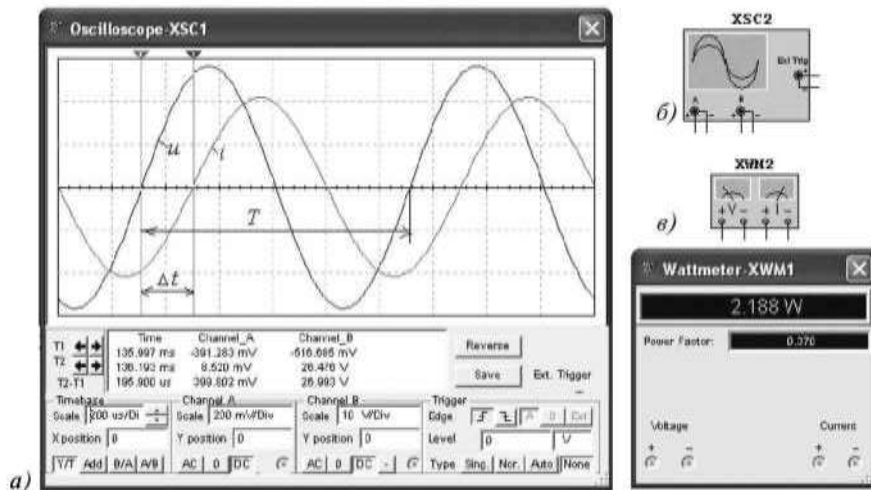
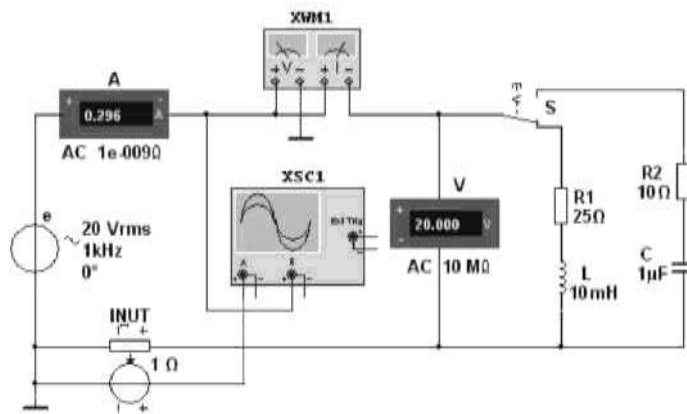

Рис. 1.3
Рис. 1.5
Временной интервал $\Delta t = \varphi / \omega = \varphi / 2\pi f$ пропорционален фазовому сдвигу φ между синусоидальным напряжением и током в неразветвленной цепи (рис. 1.3а) и обратно пропорционален угловой частоте ω напряжения (тока).
Временной интервал $\Delta t = T_2 - T_1$ обычно измеряют между нулевыми значениями осциллограмм напряжения и тока с помощью визирных линий (визиров), расположенных слева и справа от экрана осциллографа (рис. 1.3а). Угол φ берется со знаком «плюс», если ток отстает по фазе от напряжения (см. рис. 1.3я), и со знаком «минус», если ток опережает по фазе напряжение.
Установка чувствительности каналов **A (Channel A)** и **B (Channel B)** и развертки осциллограмм во времени (**Time base**) производится в окне, выводимом ниже поля осциллограмм (см. рис. 1.3 *a*).
При моделировании схем цепей на рабочем поле программы Multisim и их анализе для измерения угла сдвига фаз в цепях переменного тока наряду с осциллографом будем использовать также виртуальный ваттметр XWM1 (рис. 1.3в), размещенный в библиотеке **Instruments**. Ваттметр непосредственно измеряет активную мощность P цепи (ветви) в ваттах и коэффициент мощности $\cos\varphi$ (**Power Factor**).
С этой целью **собрать** на рабочем поле программы схему цепи (см. рис. 1.5) и **установить**:
–**здать** параметры осциллографа XSC1. При этом на вход канала **A** подано напряжение с источника IN УТ, пропорциональное входному току i , а на вход канала **B** подано напряжение u с зажимов источника напряжения e . Цветовая окраска осциллограмм (см. рис. 1.3а) соответствует установленным цветам проводов, соединенных с соответствующими входами каналов прибора XSC1;
Занустить программу Multisim (щелкнуть мышью на кнопке I/O меню среды), снять показания приборов и занести их в табл. 1.2. Методика определения угла сдвига фаз φ между напряжением и током описана в «Кратких теоретических сведениях» (см. выше). Убедиться (см. рис. 1.3а), что ток i_1 в R_1L -ветви *отстаёт* по фазе от напряжения u на угол $\varphi_1 = \arctg(X_L/R_1) = \arccos(P_1/UI_1)$, где P_1 — показание ваттметра. Скопировать в тетрадь схему (см. рис. 1.5), записать показания ваттметра, зарисовать осциллограммы с экрана осциллографа (см. рис. 1.3).